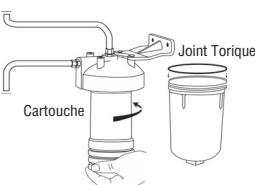

Figure 11
11. Installer la cartouche filtrante en la vissant sur la tête, environ 5 à 6 tours. Ne pas trop serrer. Lubrifier le joint torique à l'aide d'une mince couche de d'eau et remettre en place dans la rainure du boîtier. Revissrer le boîtier sur la tête et bien resserrer à la main. L'utilisation d'une clé pour resserrer le boîtier peut l'endommager et causer des fuites. (Figure 11)